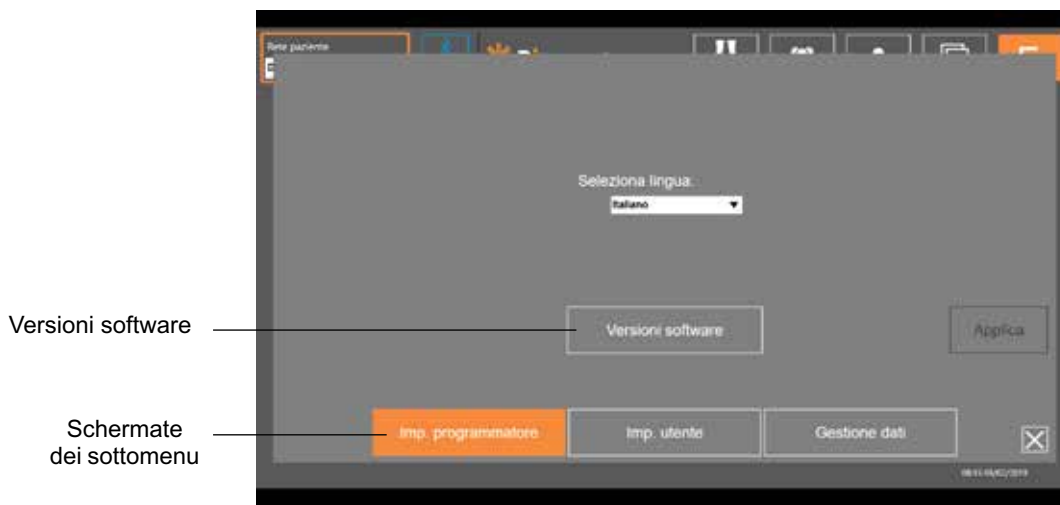

Figura 7-14. Schermata delle impostazioni dell'applicazione - modifica della lingua
3. Fare clic sull'icona delle impostazioni dell'applicazione  e selezionare la versione del software per visualizzare le opzioni di reimpostazione ai valori di fabbrica. (Figura 7-14).
Si accede alla schermata delle informazioni tramite la relativa icona,  disponibile in basso a destra in tutte le schermate, sotto l'icona delle impostazioni dell'applicazione. Questa schermata fornisce informazioni sulle funzionalità disponibili nelle schermate dell'applicazione del dispositivo di programmazione per specialista Bioness. La schermata delle informazioni è dinamica, in quanto le informazioni visualizzate dipendono dalla schermata dalla quale vi si accede (Figura 7-14).